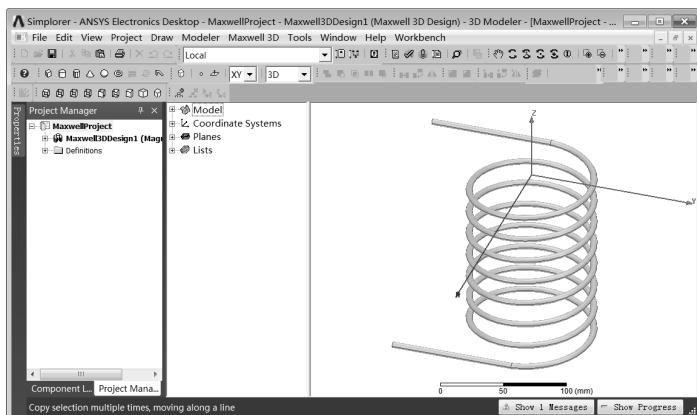

图 19-71 读取的模型
Step4：此时模型文件已经成功显示在 Maxwell 软件中，如图 19-71 所示。